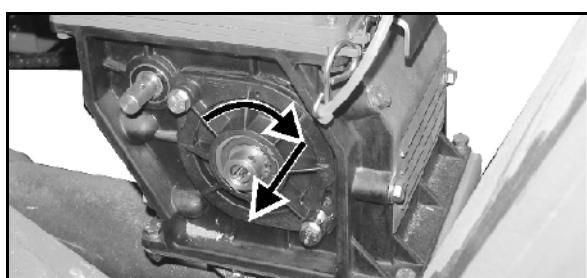

Рис. 77
3. Открутите гайку-барашек (Рис. 77/2).
4. Установите высоту датчика уровня (Рис. 77/1) в соответствии с необходимым остаточным количеством посевного материала.
5. Затяните гайку-барашек (Рис. 77/2).
Монтаж датчика уровня выполняйте как показано на рисунке (Рис. 77)!